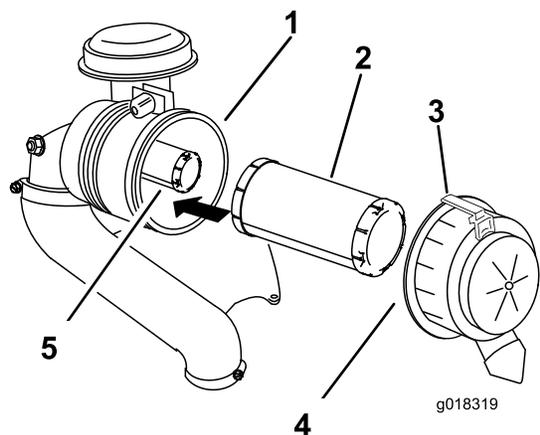

Рисунок 45
2. Оттяните защелку наружу и поверните крышку воздухоочистителя против часовой стрелки (Рисунок 45).
3. Снимите крышку с корпуса воздухоочистителя (Рисунок 45).
- Осторожно извлеките фильтр грубой очистки из корпуса воздухоочистителя (Рисунок 45).
- При замене контрольного фильтра осторожно вложите его в корпус фильтра (Рисунок 45).
- Осторожно вставьте фильтр грубой очистки поверх контрольного фильтра (Рисунок 45).
- Установите крышку воздухоочистителя таким образом, чтобы сторона, обозначенная как **UP**, была обращена вверх, и закройте защелки (Рисунок 45).